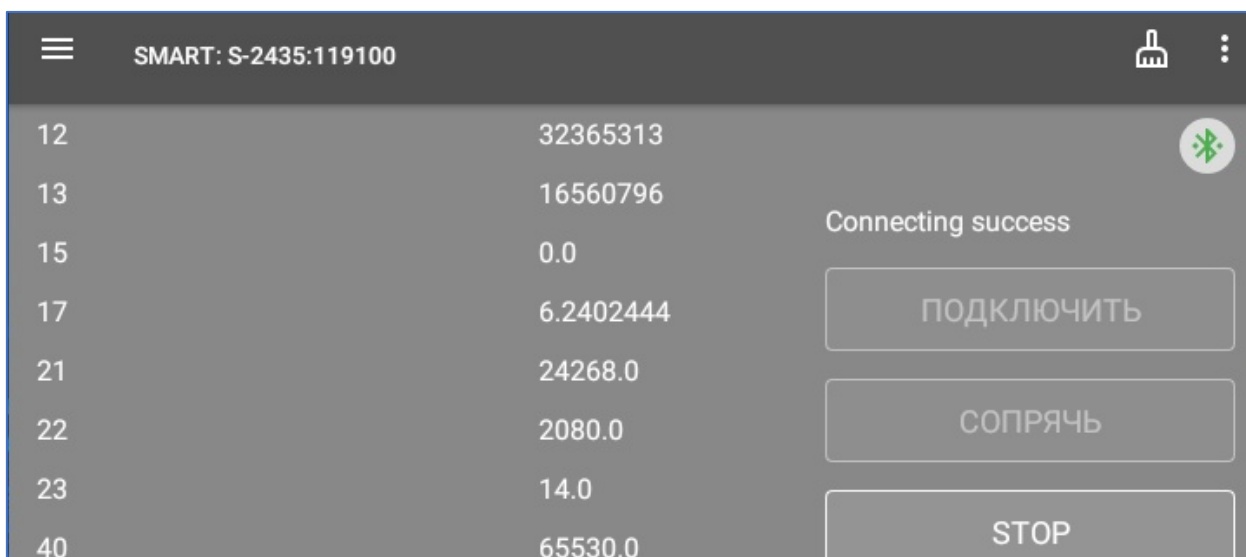

рис. 3.12. Экран соединения с терминалом
- 9) После выбора необходимого списка данных нажмите кнопку «**START**» для запуска считывания данных (рис. 3.12). После успешного подключения на экране появится столбец идентификаторов параметров и их значения (Приложение 1).